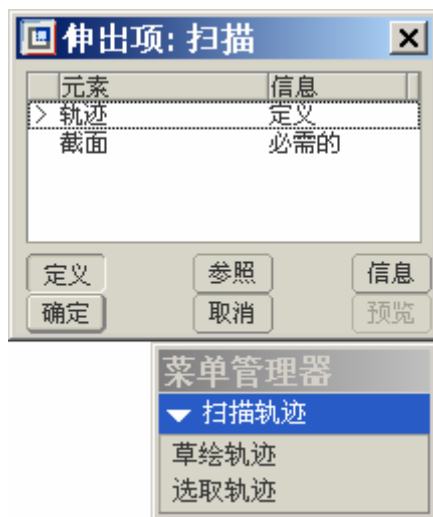

图 3-2
- (1) 单击菜单【插入】 【扫描】 【伸出项】选项，弹出如图 3-2 所示的对话框与菜单。